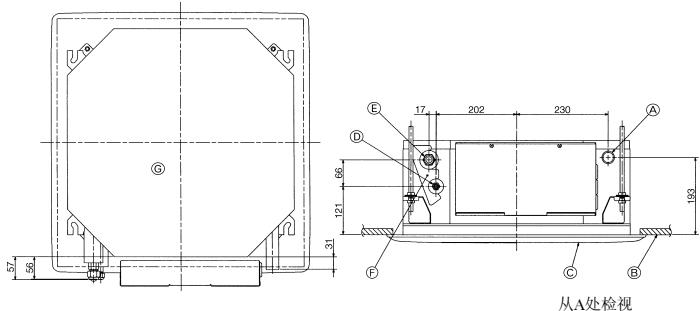

Fig. 3-1
3.1. 室内机组致冷剂管和排水管的安装位置 (Fig. 3-1)
- (A) 排水管
- (B) 天花板
- (C) 格栅
- (D) 致冷剂管 (液体)
- (E) 致冷剂管 (气体)
- (F) 供水内管
- (G) 主机